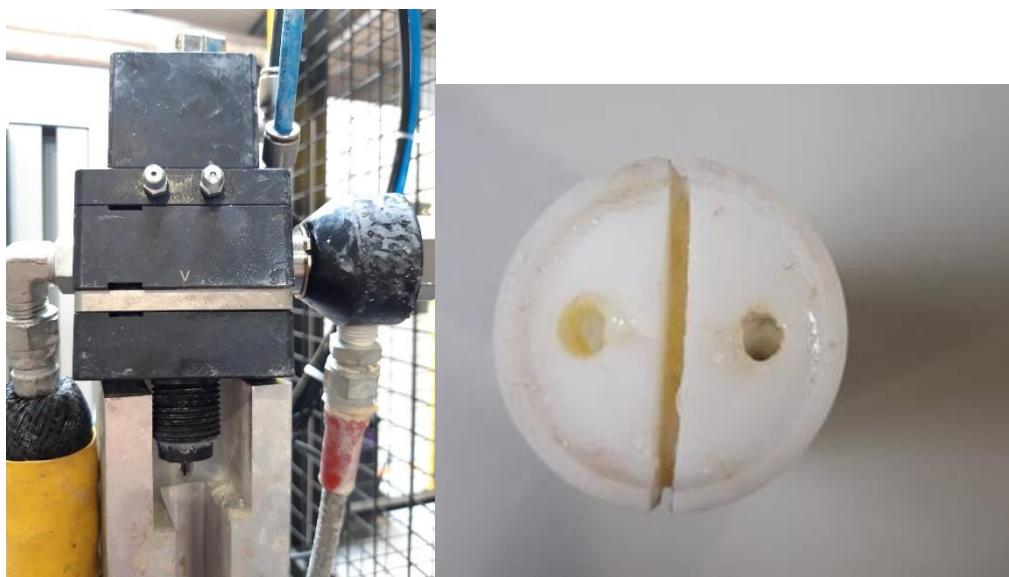

Figure 1
- **Etape 2 :** Monter le séparateur de fluide en plastique (figure 1) sur la tête d'injection en faisant attention à la rainure (détrompeur) pour la fixer